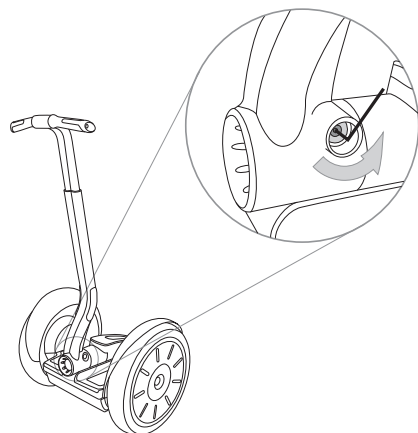

Figure 1. Retirez la vis du cadre LeanSteer
2. À l'aide d'une clé hexagonale de 5 mm, enlevez la vis qui maintient le cadre LeanSteer en place. Référez-vous à la figure 1.